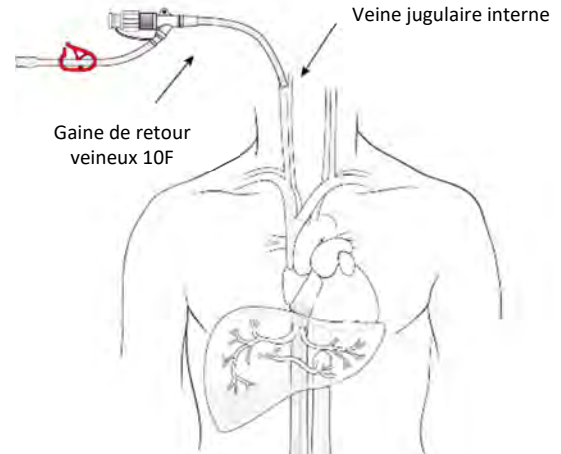

Figure 22
- (a) Fixer le robinet d'arrêt sur le tube de l'orifice latéral de la gaine. En utilisant la technique de Seldinger standard (avec guidage échographique), insérer la gaine de retour veineux dans la veine jugulaire interne (de préférence la veine jugulaire interne droite, voir Figure 22). Rincer la gaine avec un sérum physiologique hépariné normal. Fermer le robinet d'arrêt. L'utilisation d'un guidage échographique et une seule ponction de la paroi antérieure de la veine sont nécessaires pour éviter une ponction de l'artère carotide par inadvertance. Si une ponction de l'artère carotide est faite par inadvertance, la procédure doit être annulée et reportée à une date ultérieure. Insérer l'obturateur à travers la valve après avoir placé la gaine.